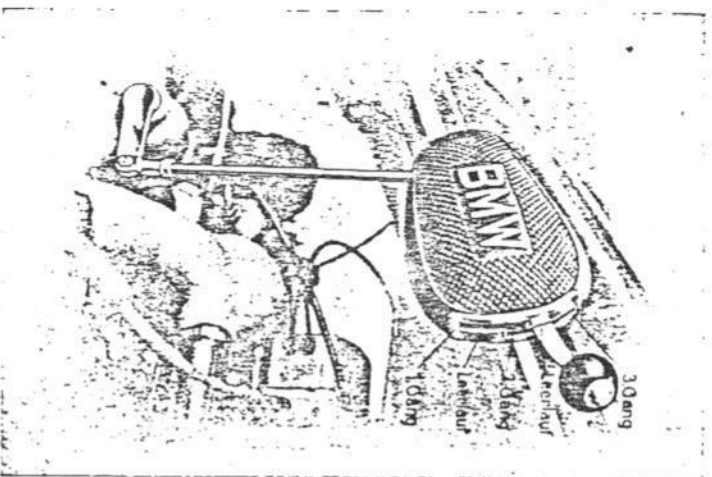

Abb. 39.
c) **Getriebe-Schalthebel:** Das Schalten des Getriebes erfordert für den Anfänger einige Übung, die er jedoch schon nach kurzer Zeit erlangt. Es ist zu beachten, daß man beim Schalten vom 1. auf den 2. und vom 2. auf den 3. Gang auskuppeln und Gas wegnehmen soll. Um vom 3. auf den 2. bzw. vom 2. auf den 1. Gang geräuschlos zu schalten, ist wie beim Autofahren „Zwischengas“ zu geben bzw. „Zwischenzukuppeln“. Hierbei soll man z. B. beim Schalten vom 3. auf den 2. Gang in der dazwischenliegenden Leerlaufstellung des Schalthebels (Abb. 39) kurz einkuppeln unter gleichzeitigem Gasgeben bzw. Gasblassen und dann erst, wenn durch das kurze Einkuppeln und Gas-geben bzw. Gasblassen die Kupplungsscheibe und damit die Getriebehaupt-welle mit den in diese eingefrästen Keilnuten annähernd die gleiche Dreh-zahl haben, wie das mit Innennuten versehene Schieberad auf der Haupt-welle, das mit dem Schieberad auf der Keilwelle in dauerndem Eingriff ist und sich mit diesem gemeinsam verschiebt, nach nochmaligem Kupplungs-ziehen in den 2. Gang schalten.
Hierauf stelle man den Zündungsdrehgriff auf Spätzündung, um Rückschläge zu vermeiden, vergewissere sich, daß der Schalthebel auf Leerlauf (Stellung zwischen 1. und 2. Gang, Abb. 39) steht, und trete dann kurz und möglichst kräftig den Kickschalter nach unten durch. Nachdem der Motor hierdurch in Gang gesetzt ist und etwas warmgelaufen ist, schließe man bei der R-11-Einvergaser-Maschine die Anlaßvorrichtung durch Weiterdrehen des Anlaßkolbens, bis dieser zurückschnappt, bzw. schließe bei den Zweivergaser-Maschinen den Gasdrehgriff und öffne den Lufthebel ganz. Ein warmer Motor hat bei geschlossenen Gasschiebern und geöffneten Luftschiebern einen ruhigen Langsamlauf.